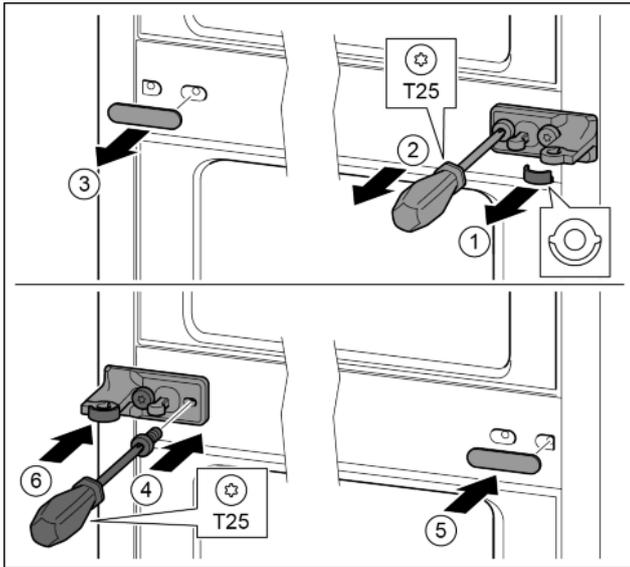

Fig. 13
- ▶ Enlever la rondelle. Fig. 13 (1)
- ▶ Desserrer les vis avec le tournevis T25. Fig. 13 (2)
- ▶ Enlever délicatement le cache. Fig. 13 (3)
- ▶ Visser fermement le support de palier avec film tourné de 180° de l'autre côté. Fig. 13 (4)
- ▶ Poser le cache tourné de 180° de l'autre côté. Fig. 13 (5)
- ▶ Enfiler la rondelle de devant. Fig. 13 (6)